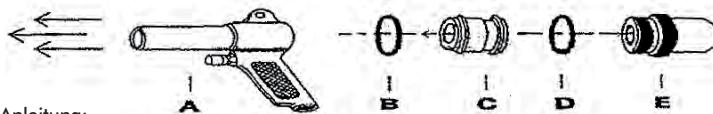
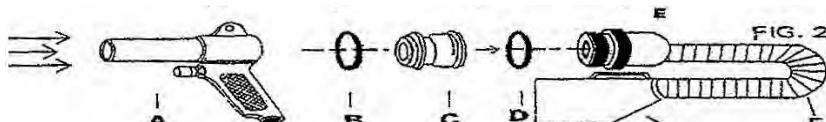

FIG. 1
FIG. 2
(1) Zum Blasen die Teile wie in Abbildung 1 montieren. Beim Blasen werden der Luftschlauch und der Auffangbehälter nicht benötigt. So lässt sich das Gewicht reduzieren und die WONDER GUN besser bedienen.
(2) Zum Saugen die Teile wie in Abbildung 2 montieren. Die Steuerdüse C in Abbildung 2 muss entgegengesetzt wie in Abbildung 1 montiert werden. Beim Saugen werden der Luftschlauch und der Auffangbehälter benötigt.